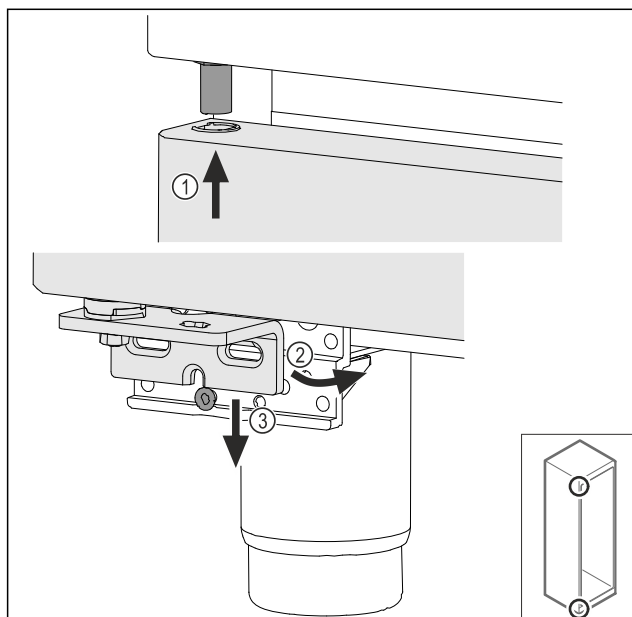

Fig. 74
- Tür leicht gekippt oben einfädeln Fig. 74 (1), Tür gerade ausrichten Fig. 74 (2) und unten auf die Lagerbockschraube Fig. 74 (3) aufsetzen.